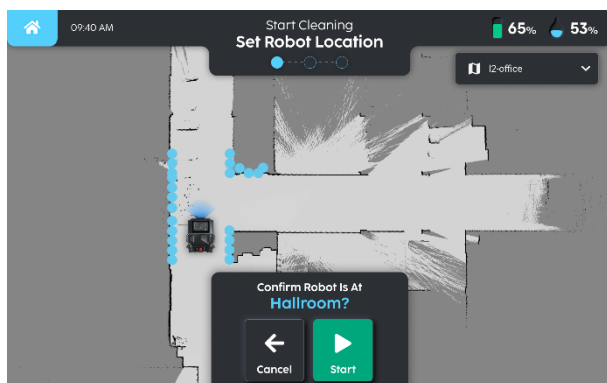

Fig. 3
2. L déterminez l'emplacement du robot sur la carte et sélectionnez "DÉMARRER" (Fig. 3).